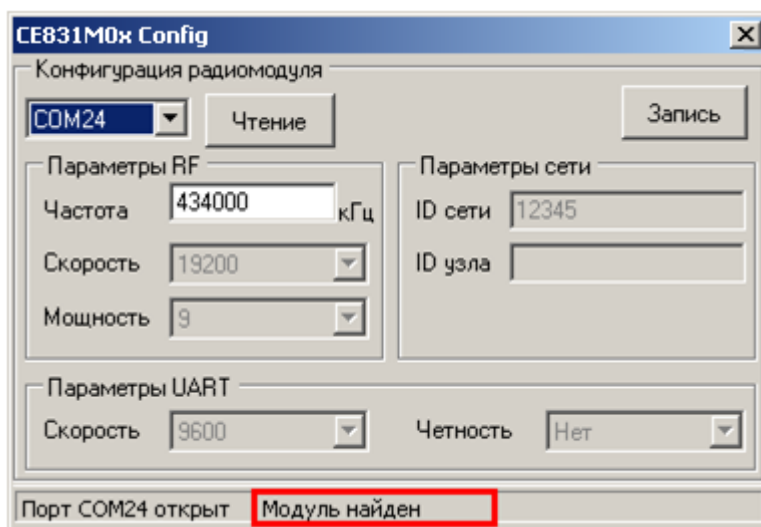

Рисунок 5.28 – Строка статуса после установления связи с радиомодулем
- Подать питание на счетчик, при этом в строке статуса должна появиться надпись «Модуль найден» (рисунок 5.28). В случае если модуль не найден, проверить правильность подключения модуля к ПК, отключить питание счетчика и повторно подать.
- После того, как связь с радиомодулем счетчика установлена, частоту радиоканала радиомодуля можно изменить (если требуется). Для этого необходимо ввести новое значение частоты в соответствующее поле ввода (см. рисунок 5.28).